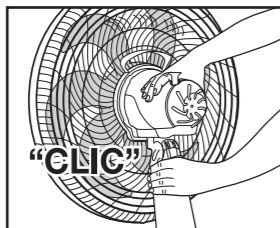

Figura 2
3. Encaixe o motor na base, de acordo com a figura 2 até ouvir o "CLIC" de fixação.